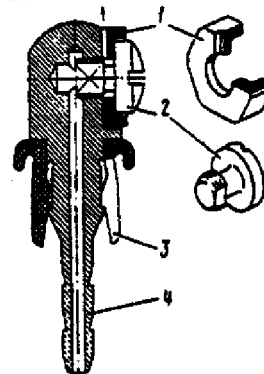

Fig. 8-28. Ejetor do lavador do pára-brisa: 1 - pulverizador; 2 - parafuso; 3 - bucha plástica; 4 - corpo do ejetor com conexão.
1. Oprimir ligeiramente a bucha plástica 3 (fig. 8-28), pelo lado da caixa da ventilação da carroceria e, utilizando-se de uma chave de fenda, pressioná-lo para remover o ejetor em conjunto com a presilha.